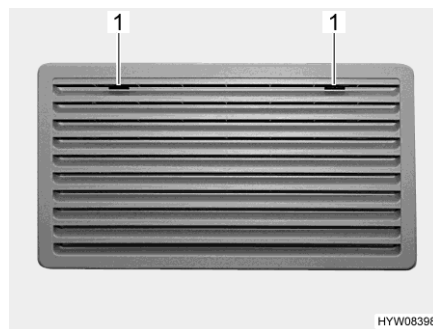
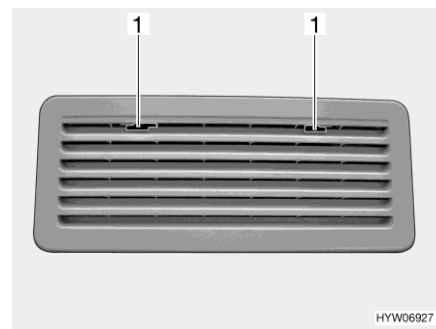

Fig. 146 Rejilla de ventilación del refrigerífico (Thetford grande)
Fig. 147 Rejilla de ventilación del refrigerífico (Thetford pequeño)
- Deslizar el bloqueo (Fig. 146,1 ò Fig. 147,1) hacia el centro.